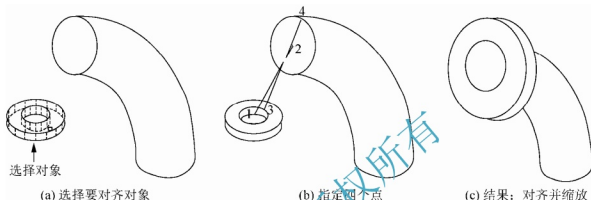
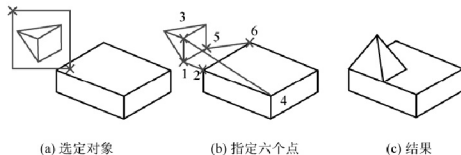

图 12-6 指定两点对齐立体过程
图 12-7 指定三点对齐立体过程
(2) 指定使用两对点：将目标对象与参照对象以两点为对齐，并可同时缩放对象，如图 12-6 所示。
指定第一个源点: 指定点 1(如图 12-6(b)中圆环体的上表面圆心)
指定第一个目标点: 指定点 2(如图 12-6(b)中弯管端面的圆心)
指定第二个源点: 指定点 3(如图 12-6(b)中圆环体的上表面象限点)
指定第二个目标点: 指定点 4(如图 12-6(b)中弯管端面圆的象限点)
根据对齐点缩放对象 [是(Y)/否(N)] <否>: Y✓(选择缩放, 回车, 结果如图 12-6(c)所示。)
① 如图 12-6 所示, 第一对源点和目标点定义对齐的基点分别为点 1、点 2; 第二对点定义旋转的角度分别为点 3、点 4。
② 在输入了第二对点后, 系统会给出缩放对象的提示, 将以第一目标点和第二目标点即点 2 和点 4 之间的距离作为缩放对象的参考长度。只有使用两点对齐对象时才能使用缩放。
③ 如果使用两个源点和目标点在非垂直的工作平面上执行三维对齐操作, 将会产生不可预料的结果。
(3) 指定使用三对点: 当选择三对点时, 选定对象可在三维空间移动和旋转, 使之与其他对象对齐, 如图 12-7 所示。
指定第一个源点: 指定点 1(如图 12-7(b)所示)
指定第一个目标点: 指定点 2(如图 12-7(b)所示)
指定第二个源点: 指定点 3(如图 12-7(b)所示)
指定第二个目标点: 指定点 4(如图 12-7(b)所示)
指定第三个源点: 指定点 5(如图 12-7(b)所示)
指定第三个目标点: 指定点 6(如图 12-7(b)所示)